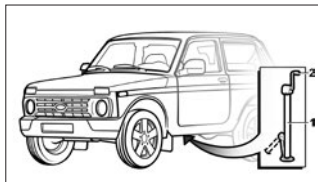

Рис. 44. Подъем автомобиля при замене колес
– ослабьте гайки крепления заменяемого колеса на один оборот комбинированным ключом (рис. 44);